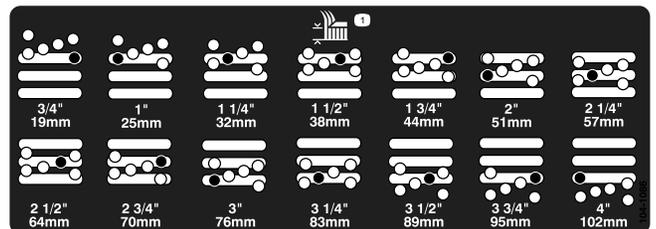

図 17
5. 希望の刈り高にチェンバを合わせ、その刈り高の穴とスロットにスペースを通す 図 17。